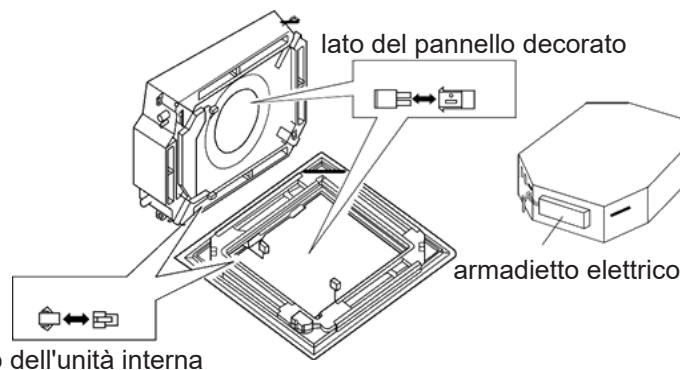

Fig. 3
- a. Eseguire il collegamento al connettore del cavo del motore del frangivento sul pannello decorato. (Fig. 3);